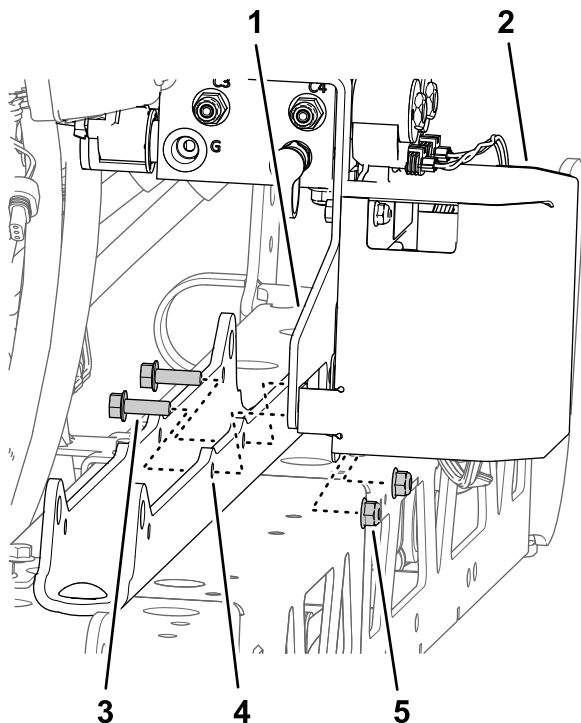

Figura 96
- B. Monte el soporte del distribuidor y el soporte del controlador TEC en el soporte de los cilindros (Figura 96) con los 2 pernos con arandela prensada (5/16" x 1") y la contratuerca con arandela prensada (5/16") que retiró en el paso 1 de Retirada del distribuidor de elevación de la sección de fumigación central (página 26).